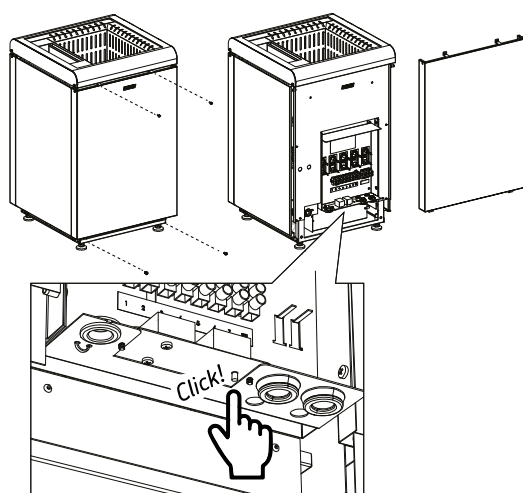

Figura 13. Reinicio del seguro de recalentamiento del vaporizador
- Compruebe que no se haya disparado el seguro de recalentamiento. (Figura 13. Reinicio del seguro de recalentamiento del vaporizador)
- Instrucciones para reiniciar el seguro de recalentamiento del vaporizador (Figura 13. Reinicio del seguro de recalentamiento del vaporizador)